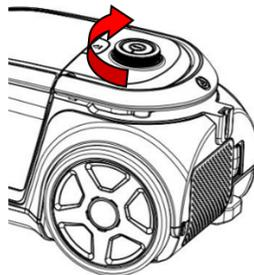

Abb. 6
6. **Abb. 6: Einstellung der Ansaugleistung:**